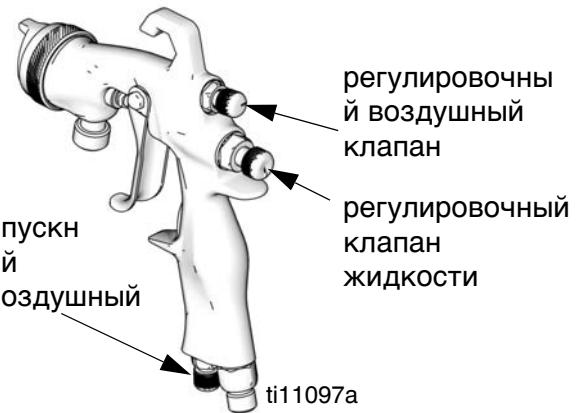

Рис. 3
- Для получения формы полного распыления откройте регулировочный воздушный клапан, повернув рукоятку до против часовой стрелки до упора. См. Рис. 3.
- Для получения круглой формы распыла, отключите приточную струю воздуха, повернув регулировочный воздушный клапан до конца по часовой стрелке. См. Рис. 3.